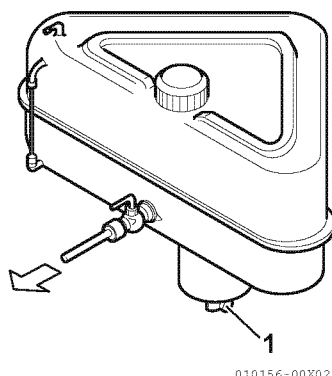

Figure 1
1. Placez un récipient (1, **Figure 1**) sous le robinet de purge pour récupérer le carburant.